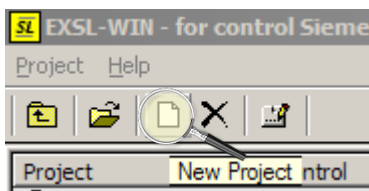

Figura 1.3 Crearea unui nou proiect
2. În fereastra care se deschide alegeți opțiunea *New project* (vezi figura 1.3):